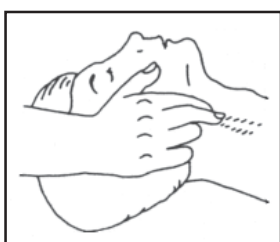
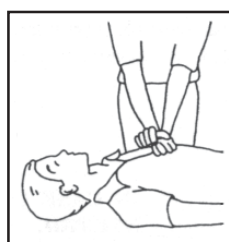
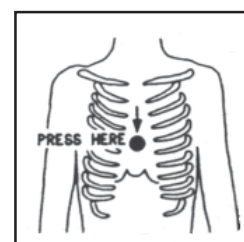

Figura 3
Figura 4
Figura 5
- Comprobar el pulso del accidentado (**Figura 3**), Si no tiene pulso, comenzar masaje cardíaco inmediatamente (**Figura 4**), comprimir el esternón cerca del centro del tórax (**Figura 5**).
El diagrama de flujo de la figura 3 da una vista completa del uso del interfaz con el software.